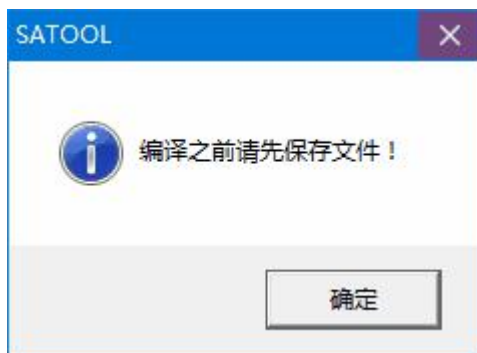

图 3-11 提醒编译
1.编译是下载前所必须的步骤，编译前需进行保存的操作，否则将无法编译，如图 3-11 所示。编译后工程组态设计人员若再修改画面组态，则需再次进行编译操作。